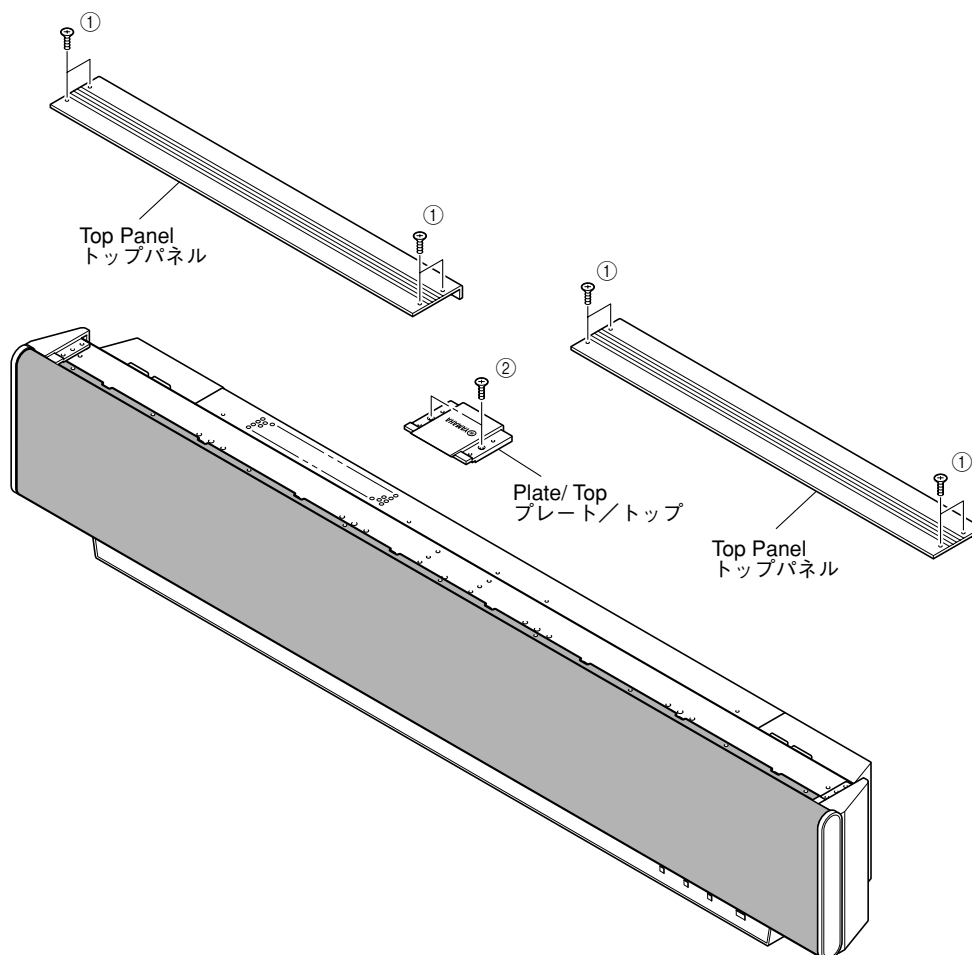

Fig. 1
- Remove 8 screws (①). (Fig. 1)
- Remove 2 screws (②). (Fig. 1)
- ①のネジ 8本を外します。(Fig. 1)
- ②のネジ 2本を外します。(Fig. 1)